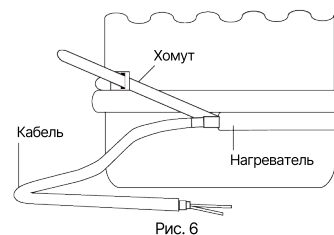

Рис. 6
- Демонтируйте термоизоляцию корпуса компрессора. Смонтируйте нагреватель в соответствии с рис. 6. Пластиковым хомутом обеспечьте натяжение, достаточное для плотного облегания компрессора нагревателем. Нагреватель должен плотно обгладать компрессор.